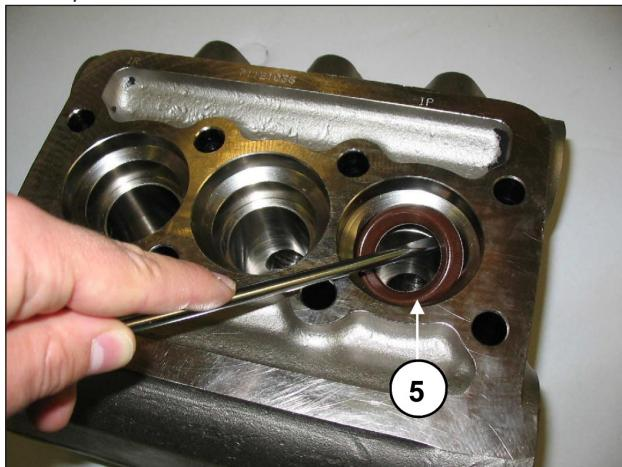

Fig. 21
C) Extraire les bagues d'étanchéité à haute pression de la tête et celles de basse pression du support correspondant en utilisant des outils ordinaires, comme le montre la Fig. 21, rep. ⑤, et en ayant soin de ne pas endommager les sièges respectifs.